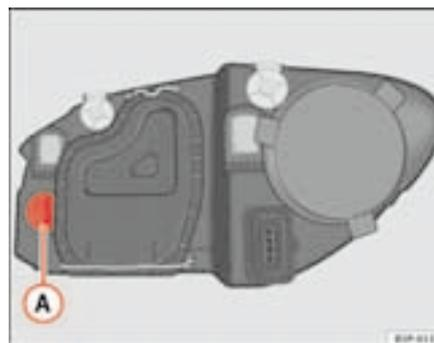

Fig. 160 Lámpara luz intermitente
- Gire el portalámparas ⇒ fig. 160 Ⓐ a la izquierda y tirar.